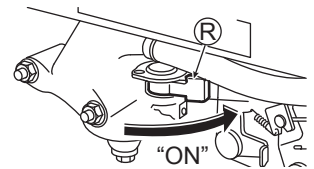

рис. 11
2 Установите топливный кран (R) в положение "ON". (См. Рис. 11.)